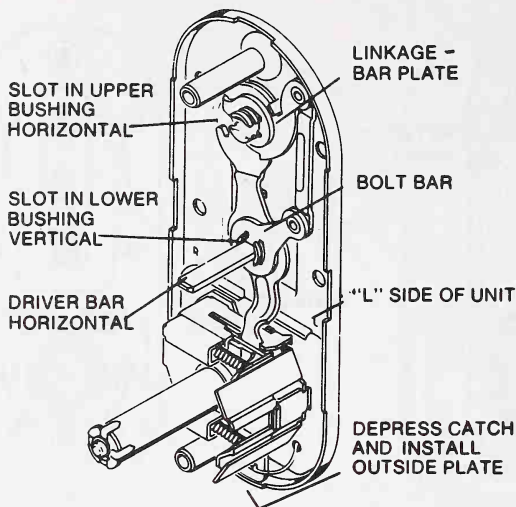

Fig. 18-70.
22. Check your work (Fig. 18-70).